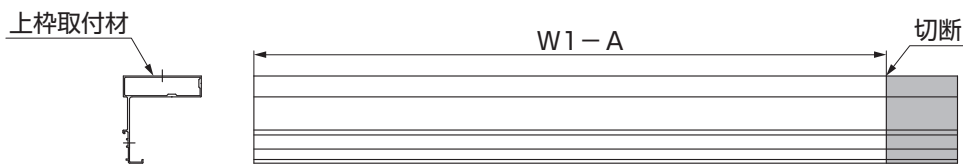

図5-8 間口側の切断 (部材を1本使用)
- ②間口側の上枠取付材を(W1-A)mmで切断してください。(図5-8参照)
- ②間口側の上枠取付材を(X)mmで切断してください。(P.14の図5-8参照)